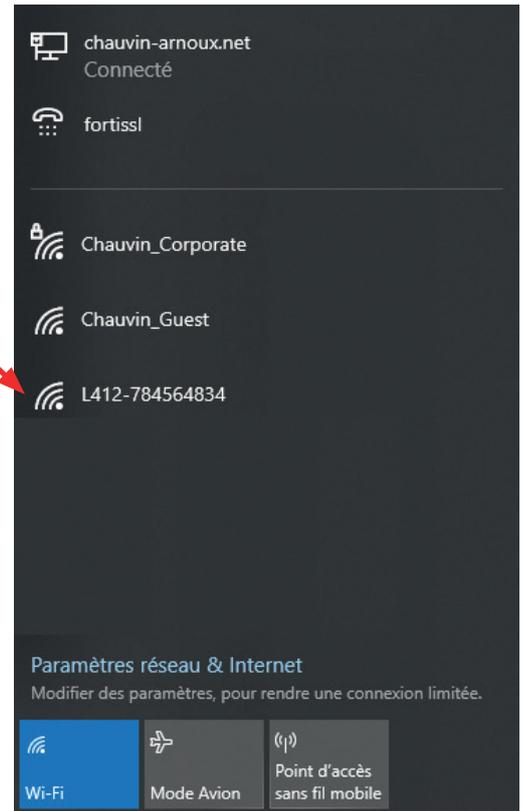

Figura 11
- Collegate il PC al router come spiegato Figura 11.